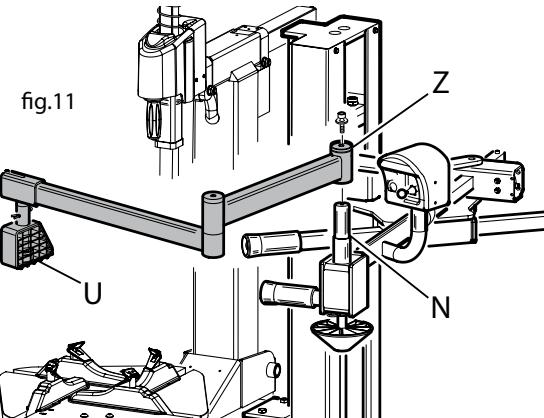

fig.12
Aiuta in fase di smontaggio a tenere premuto il tallone nel canale; posizionando l'apposito tampone di spinta (U) (di cui è dotato) a 180° rispetto alla torretta (fig.12).
It helps in the dismantling phase to keep the bead pressed in the channel; by positioning the thrust pad (U) (supplied with the device) at 180° with reference to the head (fig.12).
Il aide pendant le démontage à tenir pressé le talon dans la gorge; en positionnant le tampon de poussée (U) (dont il est pourvu) à 180° par rapport à la tourelle (fig.12).
Bei der Ausbau hilft sie, um den Wulst im Kanal gedrückt zu halten; durch die Positionierung des Stoßpuffers (U) (eingebaut) zu 180° in Bezug auf dem Drehknopf (Abb.12).
Ayuda durante el desmontaje a mantener prensado el talón en el canal; posicionando el tampón de empuje (U) (con el cual está equipado) a 180° respecto a la torre (fig.12).